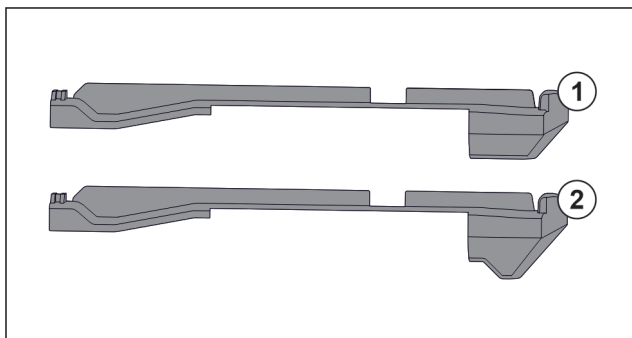

Fig. 56 Vergelijking van de insteekelementen
In het apparaat bevinden zich twee verschillende insteekelementen. Het insteekelement boven de onderste lade Fig. 56 (2) heeft een driehoekige rand. Alle overige insteekelementen Fig. 56 (1) hebben een rechte rand.
- ▶ Insteekelement Fig. 56 (2) met de driehoekige rand boven de onderste lade aanbrengen.
- ▶ Insteekelement Fig. 56 (1) met rechte rand op alle overige plekken aanbrengen.